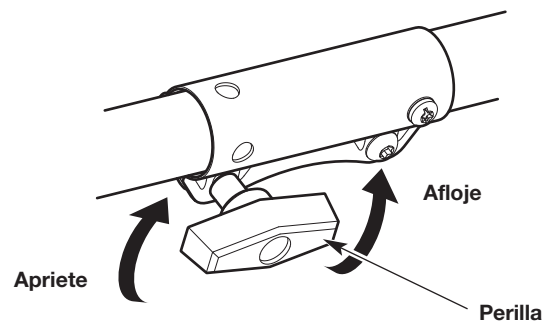

Fig. 11
3. Gire la perilla en el sentido contrario a las agujas del reloj para aflojar el acoplador (Fig. 11).
6. Gire la perilla en el sentido de las agujas del reloj para apretar el acoplador (Fig. 11).
2. Gire la perilla en el sentido contrario a las agujas del reloj para aflojar el acoplador (Fig. 11).